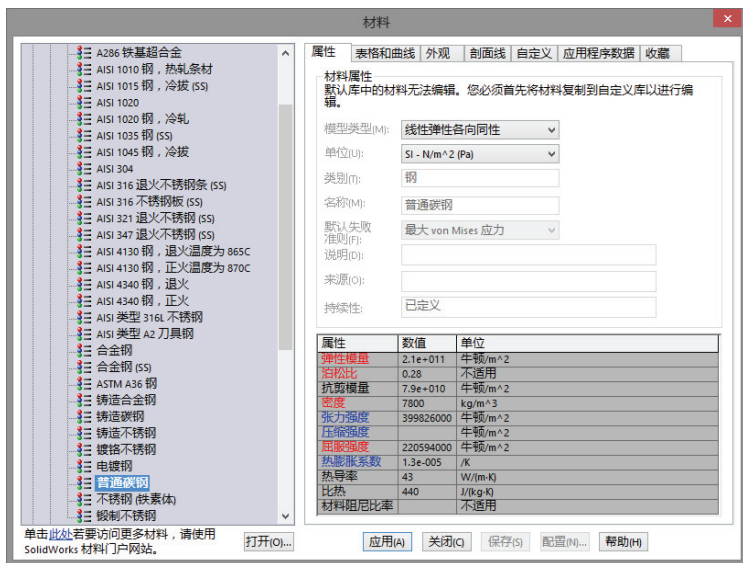

图 9-28 设置材料
STEP 2 右键单击“算例”树中的“零件”项，在弹出的快捷菜单中选择“应用材料到所有”菜单项，打开“材料”对话框，为所有零部件选用“普通碳钢”材料，如图 9-28 所示。